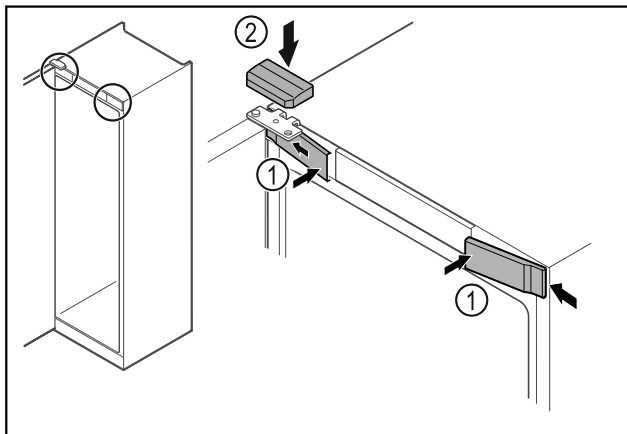

Fig. 63
- ▶ Akassza be oldalt az előlő burkolatokat Fig. 63 (1), majd pattintsa be.
- ▶ Felülről pattintsa be a felső burkolatot Fig. 63 (2).